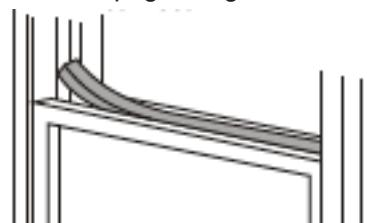

Fig. 11
5. Tagliare la spugna di guarnizione (tipo con adesivo) alla lunghezza adeguata e sigillare lo spazio tra la parte superiore delle due finestre (interna ed esterna). Fig. 11.